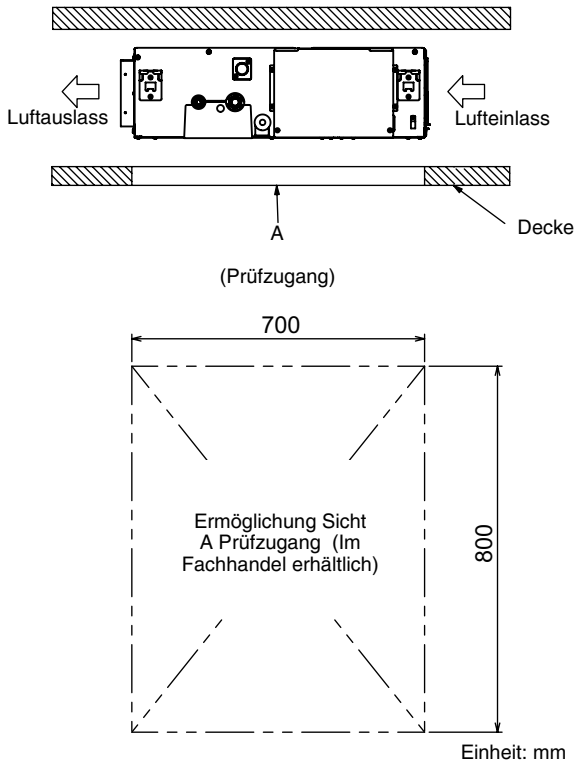

Abb. 3-72
- (1) Darauf achten, dass Einheit und Hängeanker korrekt aufeinander ausgerichtet sind. (Abb. 3-72)
- Die Kontrollöffnung auf der Steuerkastenseite vorsehen, wo Wartung und Überprüfung des Steuerkastens und der Ablasspumpe leicht möglich sind. Die Kontrollöffnung auch am unteren Teil der Einheit vorsehen. (Abb. 3-72)